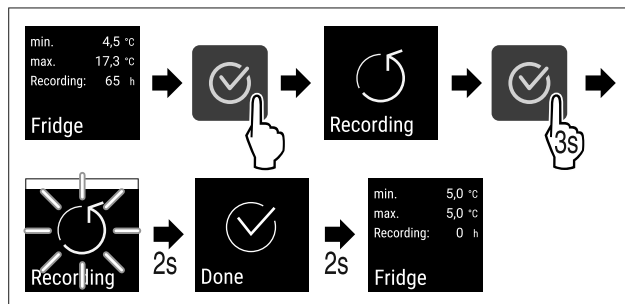

Fig. 70
- ▶ Hajtsa végre a művelet lépéseit (lásd Fig. 70).